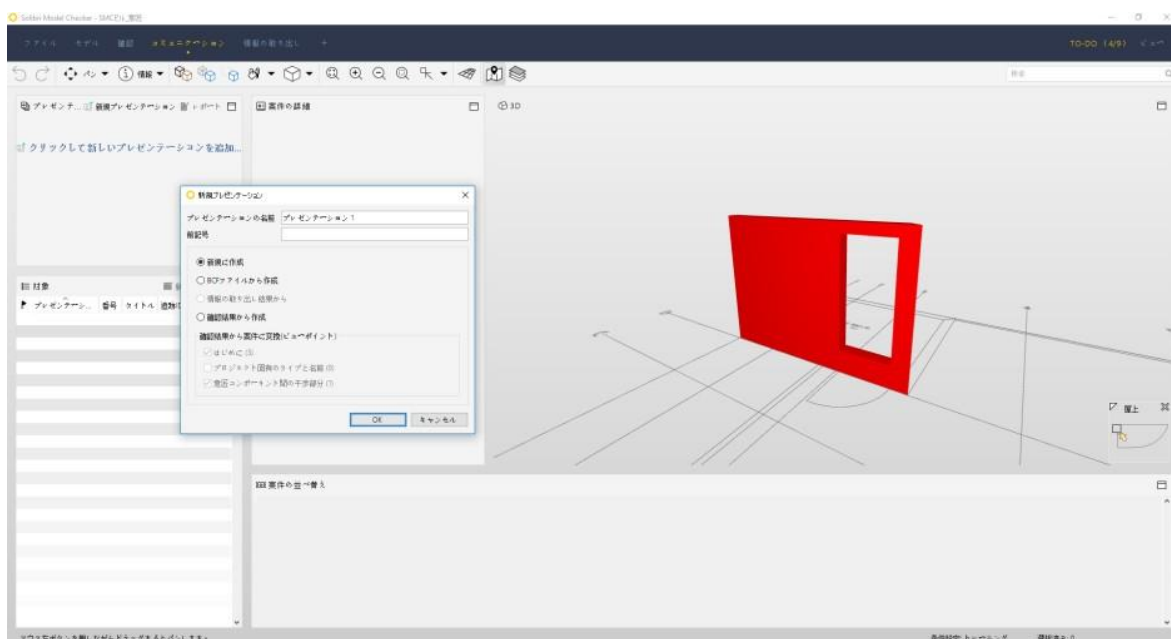

図 68. 結果をプレゼンテーションへ変換
- ① 左のメニューから「クリックして新しいプレゼンテーションを追加する」をクリックします。(図 68 を参照)